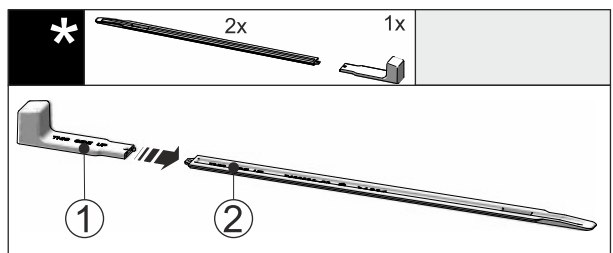

Fig. 49
- ▶ Uchwyt montażowy Fig. 49 [1] podłączyć do szyny niwelującej Fig. 49 [2].